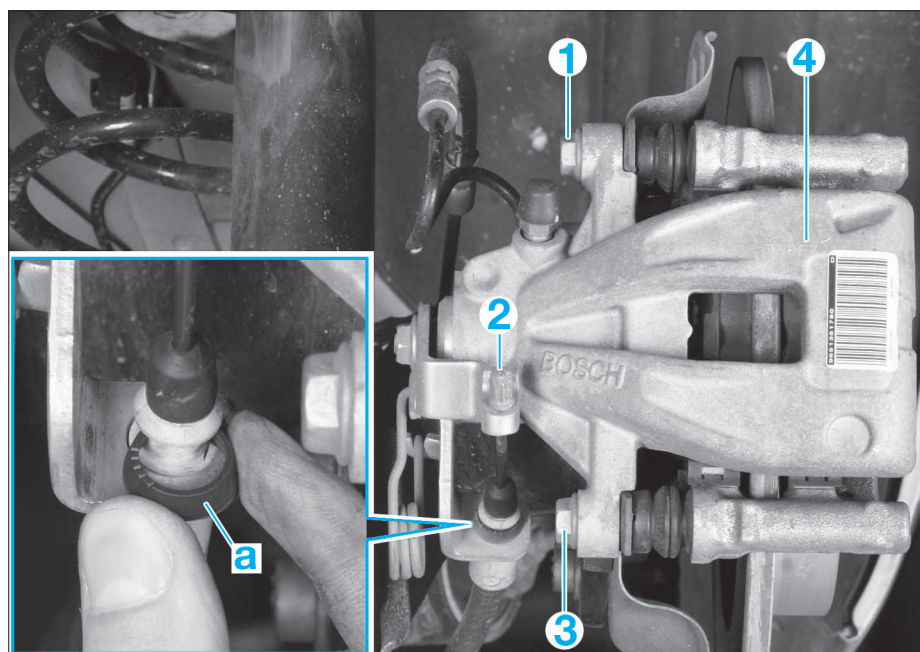

FIG. 9
- Désaccoupler le câble de frein de parking (2) de l'étrier (Fig.9).
- Desserrer la vis (1).
- Déposer la vis (3).
- Basculer l'étrier de frein (4) vers le haut.
- Déposer la vis (1) (Fig.9) puis l'étrier de frein.